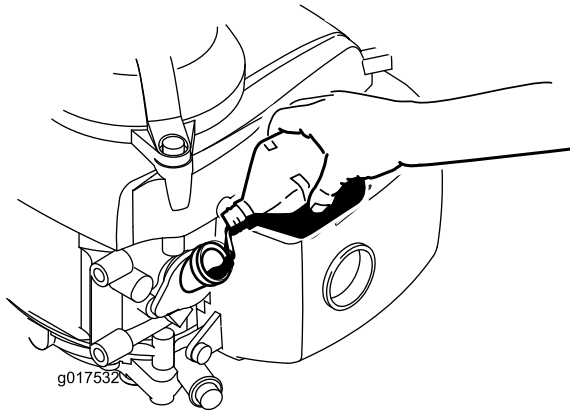

図 6
3. **ゆっくりと** 補給穴からオイルを入れ、3分間待ってからきれいに拭いたディップスティックを差し込み、**但しねじ込まないようにして**穴の奥まで入れる **図 6**。